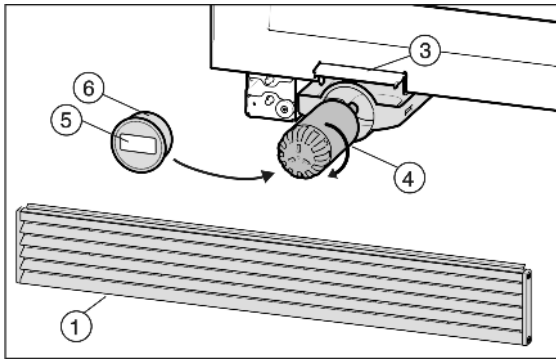

Fig. 6
- ▶ Coloque el filtro de agua nuevo Fig. 6 (4) y gírelo unos 100° en el sentido de las agujas del reloj hasta que haga tope.
- ▶ Coloque la tapa del filtro Fig. 6 (6).
- ▶ Anote la fecha de la próxima sustitución en la etiqueta adhesiva Fig. 6 (5) suministrada y pegue dicha etiqueta en la tapa del filtro Fig. 6 (6).
- ▶ Introduzca el filtro de agua Fig. 6 (4).
- ▶ Cierre la tapa de cambio de filtro Fig. 6 (3).
- ▶ Vuelva a colocar la rejilla de aire Fig. 6 (1) y presiónela hacia abajo. Debe quedar a ras del suelo.